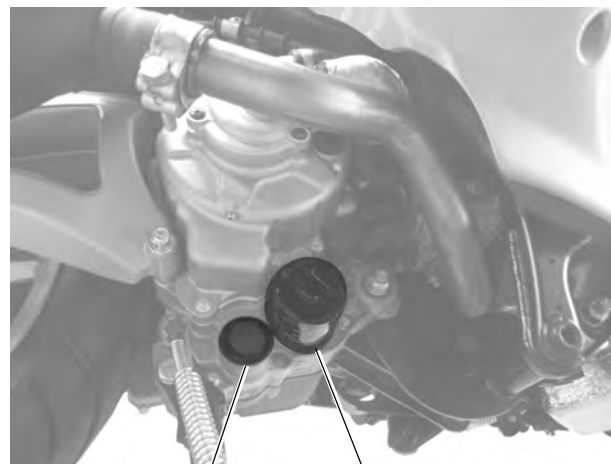

Fig. 29
- Arrêter le moteur. Glisser un bac pour l'huile sous le carter au niveau du bouchon (A - Fig. 29).
- Démonter le filtre à huile à cartouche avec joint torique (B - Fig. 29) et le remplacer par un filtre neuf.